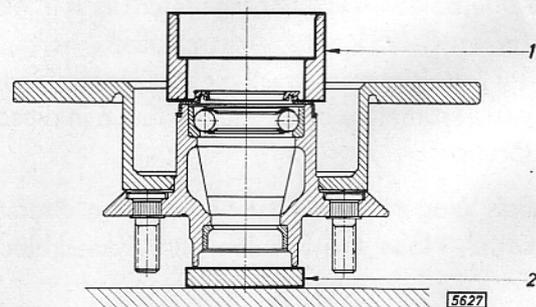

Bild B 15 - Dichtring aufpressen
3. Beim Aufpressen des Dichtringes auf Radnabe mit aufgeschraubter Brems Scheibe muß unter die Radnabe eine geeignete Unterlage, z. B. Flacheisen von ca. 8 mm Dicke, gelegt werden, damit Radbolzen frei sind. **Auf keinen Fall darf auf die Radbolzen Druck ausgeübt werden** (Bild B 15).